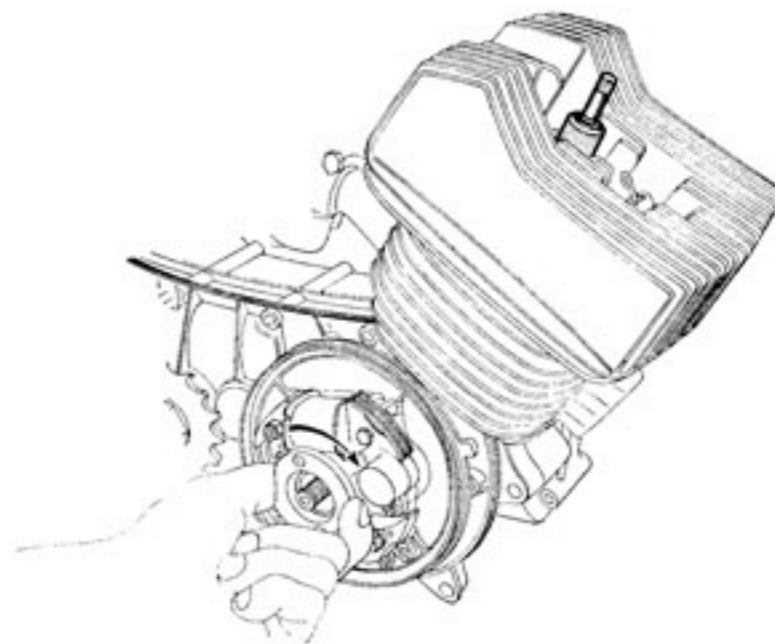

Fig. 1
- Tourner doucement la came (dans le sens des aiguilles d'une montre) sans que le moteur soit entraîné, jusqu'à ce que le préciphone s'arrête de sonner (fig. 1).